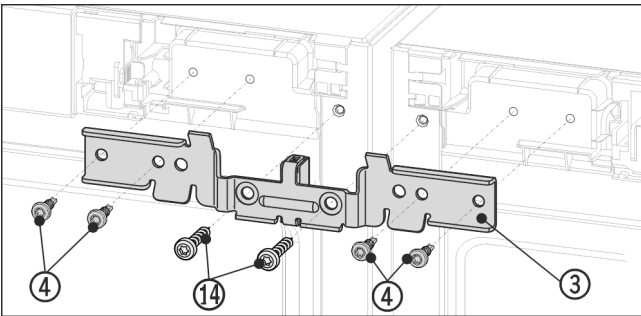

Fig. 12 Приблизне відображення
- ▶ Всунути кут Fig. 12 (3) з дистанційною прокладкою між пристроями і на цапфу. Трохи прикрутити кут з допомогою чотирьох гвинтів Fig. 12 (4) та заздалегідь викручених гвинтів заземлення Fig. 12 (14) поперемінно зліва та справа.